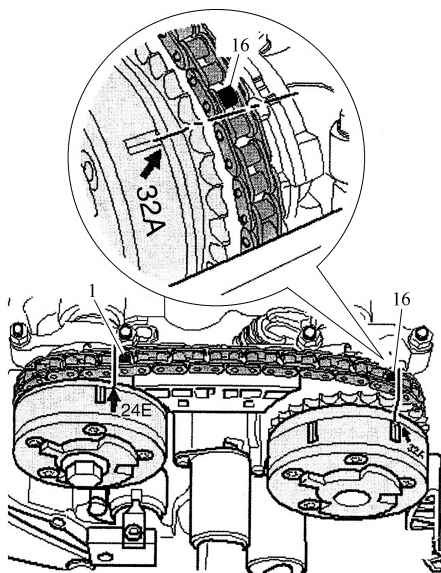

图 1-14 数出 16 个链节
9) 从进气凸轮轴调整装置的标记 24E 开始, 在正时链上沿排气侧数 16 个链节, 如图 1-14 所示。